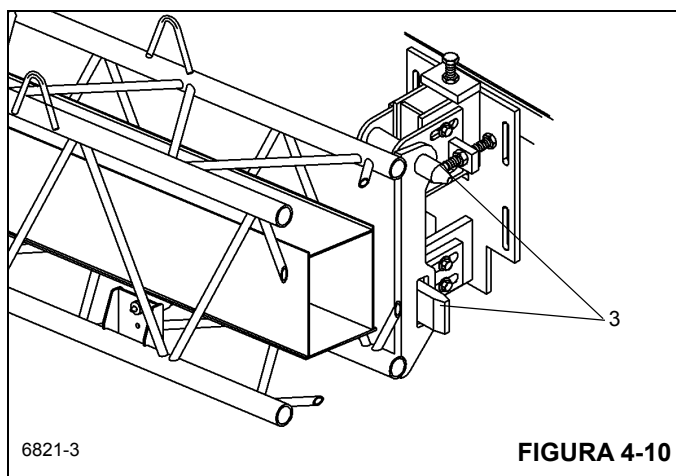

FIGURA 4-10
7. Levante a lança na horizontal e estenda-a por aproximadamente 51 a 64 cm (20 a 25 pol.). Verifique se os olhais de armazenamento da extensão da lança não tocam nos pinos-guia (Figura 4-10) (3) e sobem (Figura 4-8) (4) nos suportes de armazenamento dianteiro e traseiro.
8. Estenda a lança aproximadamente de 51 a 64 cm (20 a 25 pol.). Certifique-se de que os olhais de armazenamento da extensão da lança se alinhem na frente dos pinos guia (3) (Figura 4-10) e subam (4) (Figura 4-8) nos suportes de armazenamento quando a extensão da lança é posicionada ao lado da lança.
14. Alinhe os olhais de armazenamento da extensão da lança com os pinos de guia e fixe nos suportes de armazenamento (Figura 4-8) e (Figura 4-10) e retraia totalmente a lança.